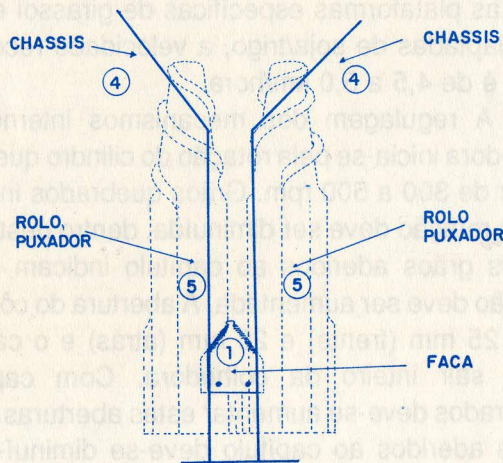

Fig. 2: Representação da faca (1) colocada sob o chassi (4) acima dos rolos puxadores (5).
- ▶ soldar uma faca (1), por linha, sob o chassi (4), acima dos rolos puxadores (5) (Fig. 2);